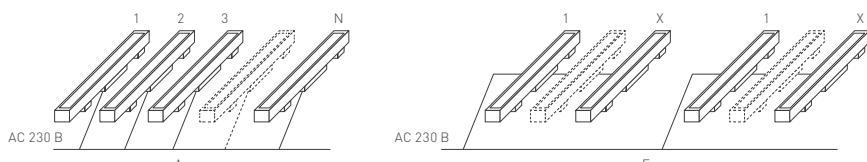

Рис. 2. Схемы подключения прожекторов [А — параллельное, Б — последовательно-параллельное].
- 3.3. Присоедините провода питания прожектора к обесточенной сети AC 230 В. Соблюдайте порядок подключения проводов: желто-зеленый — PE, «заземление», коричневый — L, «фаза»; синий — N, «ноль». Допустимые схемы подключения показаны на рис. 2.